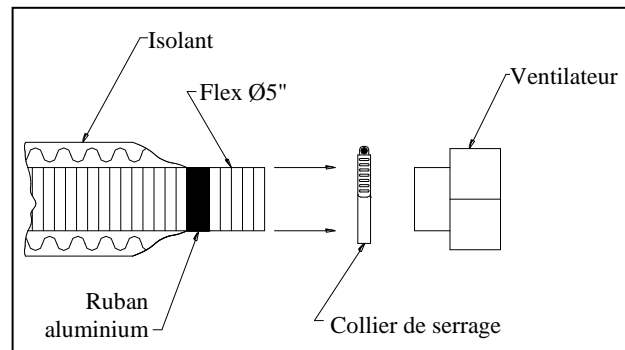

Figure 20
- D) Fixez le conduit au ventilateur à l'aide des collets de serrage (figure 20).